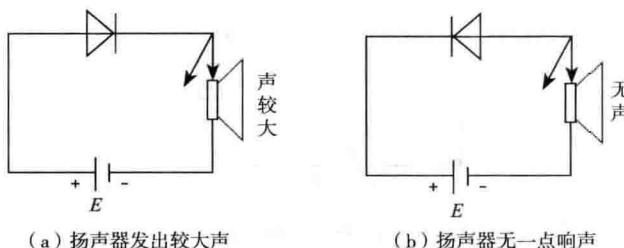

图1-6 判别二极管极性的方法三
②如没有万用表，也可用电池、扬声器（或耳机）与被测二极管串接。当二极管负端接电池正极，正端串接扬声器再接电池负极（反向连接），断续接通时，若扬声器发出较大的“咯咯”声，表明二极管已击穿，如图1-6（a）所示；反过来，如果将二极管正向连续接通时，如图1-6（b）所示，扬声器无一点响声，表明二极管内部断路。